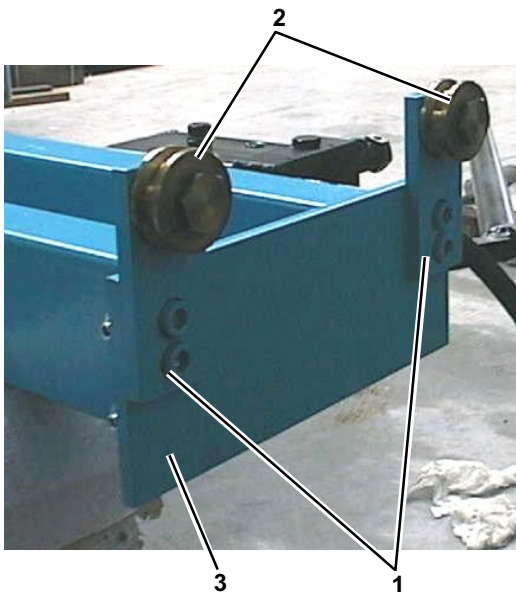
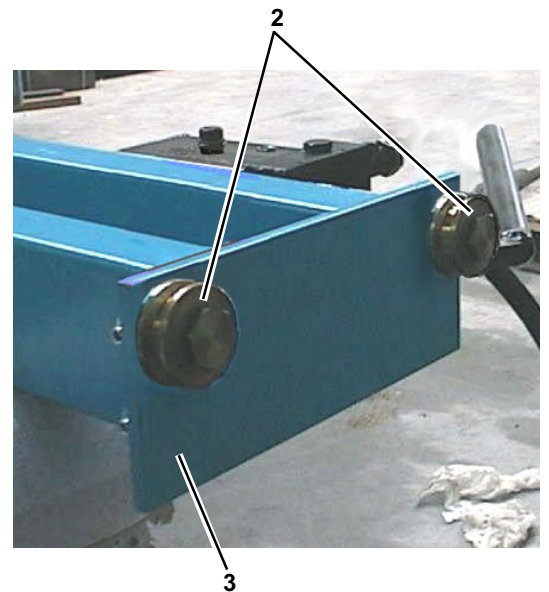

Fig. 3A
Fig. 3B
**La traversa viene sempre spedita montata secondo la configurazione "C" (tabella "IMPIEGHI PREVISTI" Fig.2C). Se si intende utilizzarla secondo altre configurazioni è necessario rimuovere la staffa 1 e fissare i rulli 2 negli appositi fori previsti sul telaio 3 (Fig.3A-Fig.3B).**
**The wheel free jack is delivered already assembled according to "C" configuration (see table "INTENDED USE" Fig. 2C). If you need new configurations, remove bracket 1 and fix rollers 2 onto the holes on frame 3 (Fig.3A-Fig.3B).**
**Die Traverse wird immer bereits im montierten Zustand gemäß Konfiguration "C" (Tabelle "VORGESEHENER EINSATZ" Abb. 2C) geliefert. Hat man vor, sie in anderen Konfigurationen zu verwenden, muss man den Bügel 1 abnehmen und die Rollen 2 in den entsprechenden Bohrungen am Rahmen 3 befestigen (Abb. 3A-Abb. 3B).**
**Lors de la livraison, la poutre est toujours montée selon la configuration "C" (se référer au tableau "UTILISATIONS PREVUES" FIG. 2C). Si l'on veut utiliser la poutre selon des configurations différentes, il est nécessaire d'enlever l'étrier 1 et fixer ensuite les rouleaux 2 dans les orifices prévus à cet effet sur le cadre 3 (Fig.3A-Fig.3B).**
**La travesa siempre se envía montada según la configuración "C" (tabla "EMPLEOS PREVISTOS" Fig.2C). Si desean utilizarla según otras configuraciones es necesario desmontar el soporte 1 y fijar los rodillos 2 en los específicos agujeros previstos en el bastidor 3 (Fig.3A-Fig.3B).**